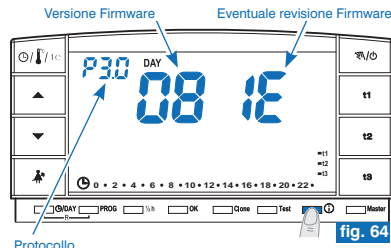

fig. 64
- Premere una volta il tasto **i**: sul display apparirà la versione di protocollo radio, la versione del firmware installato e l'eventuale revisione (esempio in fig. 64).